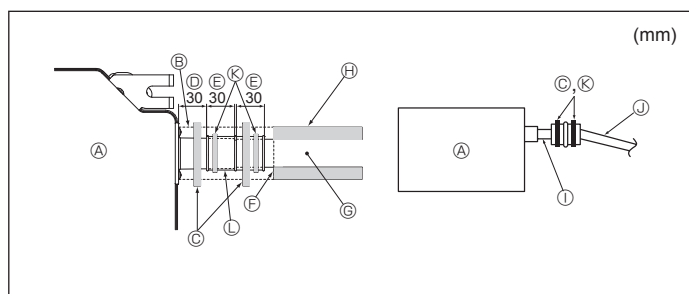

Fig. 3-5
- ① U.D. Ø32 PVC-RØR
- ② Gjør det så stort som mulig
- ③ Innendørsenhet
- ④ Bruk rørstørrelse stor for gruppert røropplegg.
- ⑤ Skråning nedover (1/100 eller mer)
- ⑥ U.D. Ø38 PVC-RØR for gruppert røropplegg.
- ⑦ (9 mm isolasjon eller mer)
- ⑧ Opp til 850 mm
1. Koble dreneringsmuffen (følger med enheten) til avløpsporten. (Fig. 3-5) (Fest slangen ved hjelp av PVC-lim, og sikre med et bånd.)